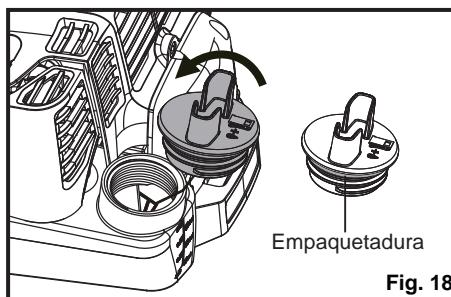

Fig. 18
- Suelte la tapa del tanque de combustible girándola hacia la izquierda y sáquela (Fig. 18).